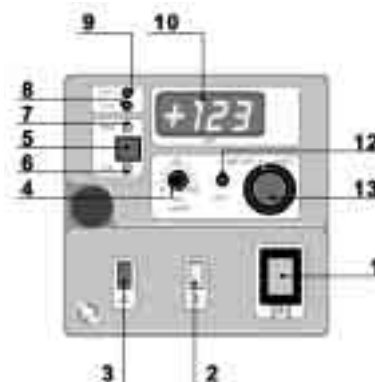

Fig. 29
11.4 - MANDOS DE LA BOMBA PB-RX (Fig.29)